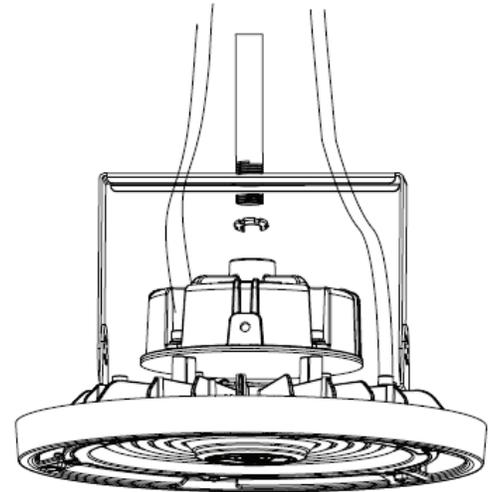

Figure 10
2. Insérer l'extrémité filetée du tuyau de 1/2 po dans le trou du support. Fixer la quincaillerie appropriée au support. (Figure 10).